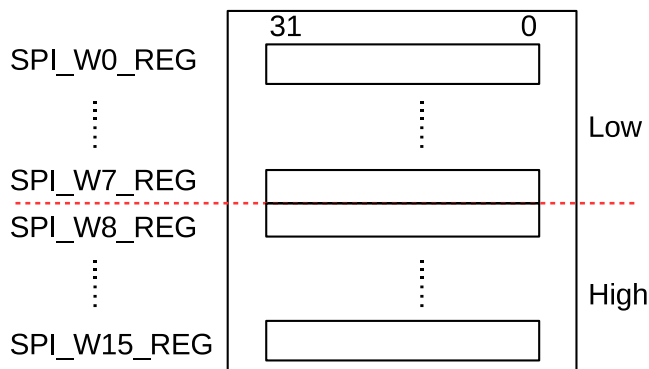

图 30-2. CPU 控制的传输中使用的数据 Buffer
GP-SPI 提供了 16 个 32-bit 的数据 buffer，即 `SPI_W0_REG` ~ `SPI_W15_REG`，见图 30-2。CPU 控制的传输表示在该次传输中发送的数据来自数据 buffer 或接收的数据存入数据 buffer。在这种传输方式下，每次传输事务均需要先配置相关寄存器，然后由 CPU 来触发。因此，CPU 控制的传输只能是单次传输，即仅包含一次传输事务。CPU 控制的传输支持全双工通信和半双工通信。
- **SPI Buffer**: `SPI_W0_REG ~ SPI_W15_REG`，见图 30-2。CPU 控制模式下传输的数据在 SPI buffer 中准备。